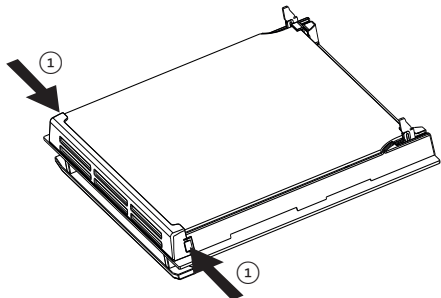

Fig. 10.14
- Premere le linguette di aggancio su entrambi i lati della porta e rimuovere completamente il fermavetro (fig. 10.14, 10.15).